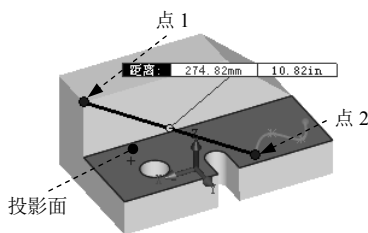

图 8.1.15 选取点和面
**说明：**如果要求显示同一个尺寸的两个不同形式，如毫米（mm）与英寸（in），则用户需在“测量”对话框中单击  按钮，在系统弹出的“测量单位/精度”对话框中选择  单选项，然后选中  使用双制单位复选框，并在其下拉列表中选择英寸为第二单位，单击  按钮，关闭“测量单位/精度”对话框。测量结果如图 8.1.15 和图 8.1.16 所示。